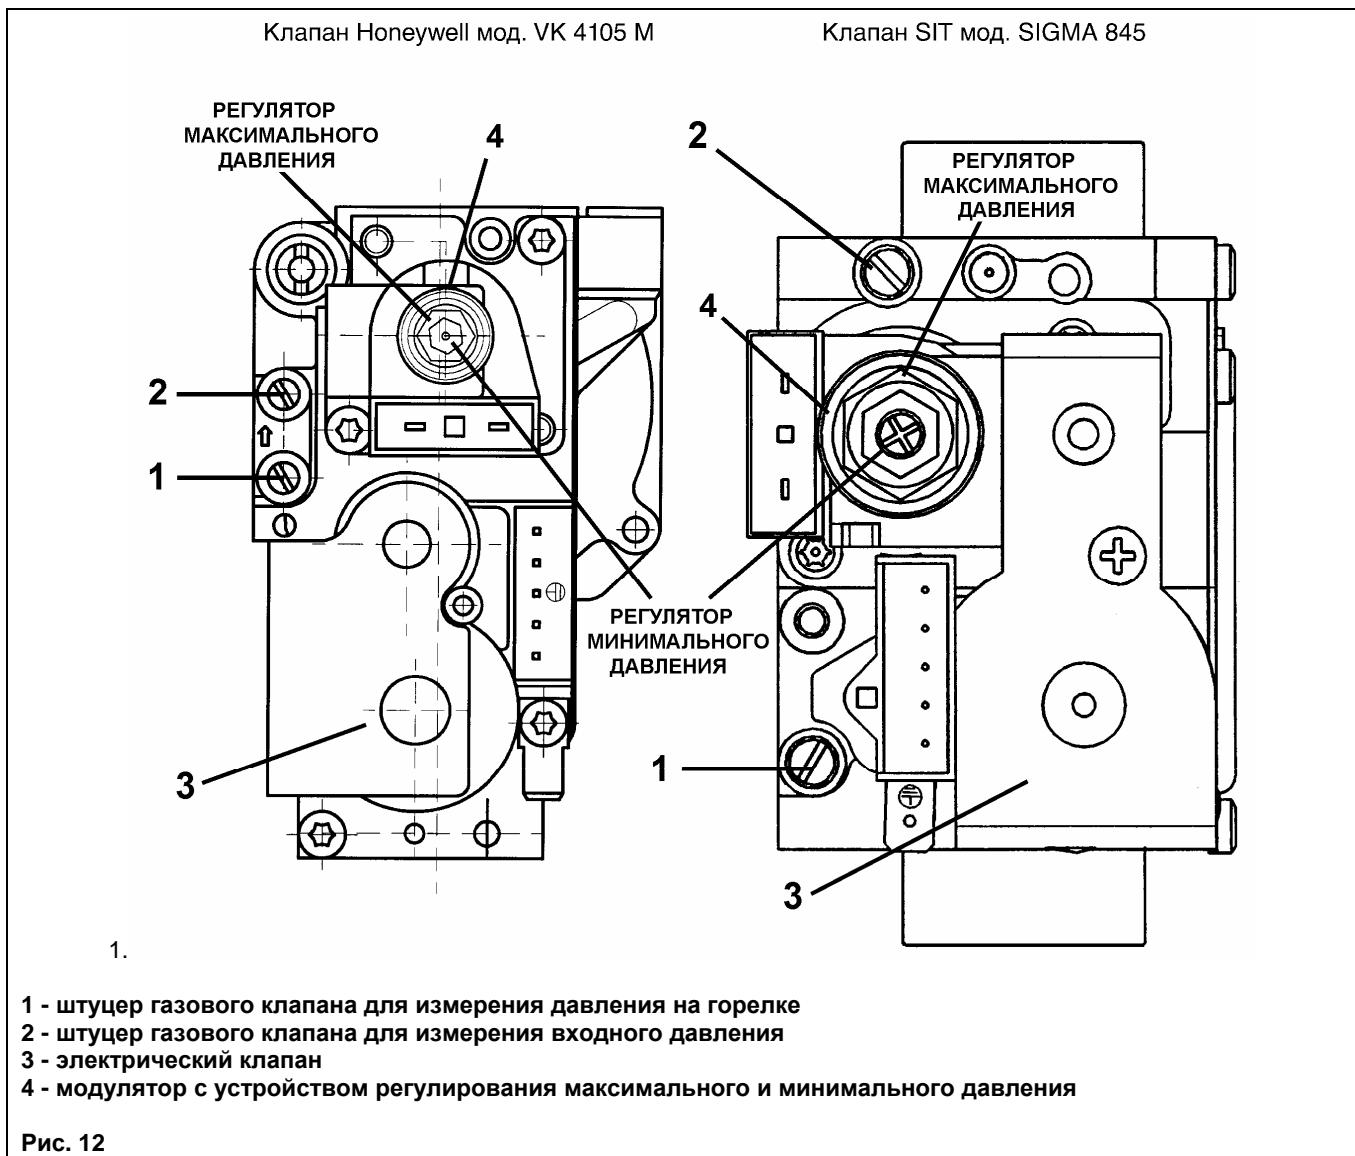
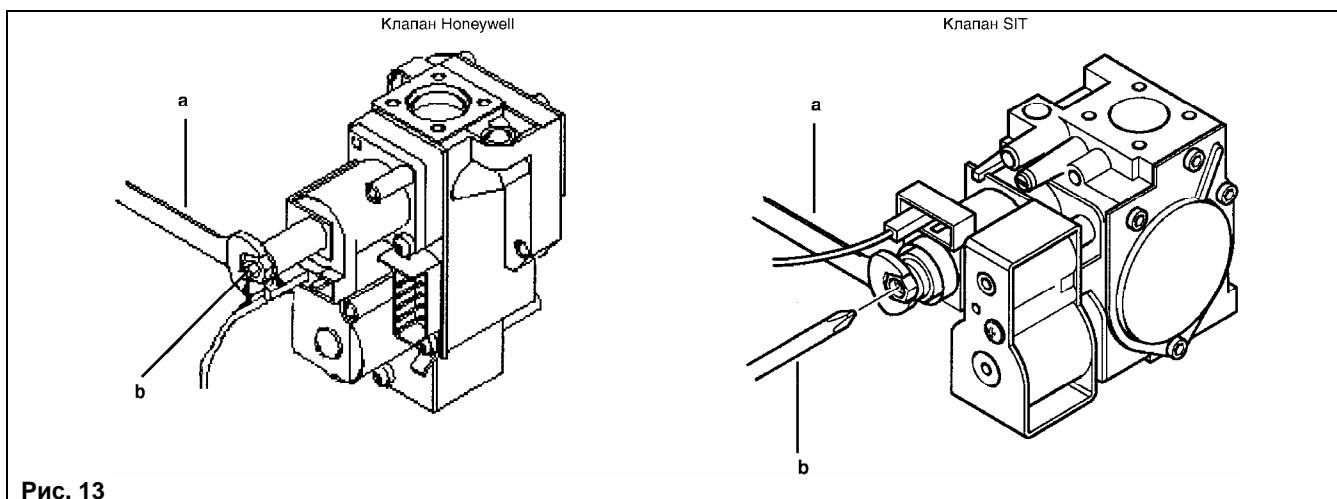

Рис. 12
Рис. 13
- Открутить винт на штуцере 2 (рис. 12) и присоединить к штуцеру 2 манометр.
- Проверить динамическое входное давление газа (штуцер 2, рис.12). Номинальные давления: 20 мбар для природного газа, 30 мбар для бутана, 37 мбар для пропана.
- Открутить винт на штуцере 1 (рис. 12) и присоединить к штуцеру 1 манометр.
- Проверить давление газа на горелке согласно таблице 1 для соответствующей модели котла и соответствующего типа газа. При необходимости снять крышку модулятора (позиция 4, рис.12) и поворачивать латунный винт (винт а, рис.13) до достижения давления, указанного в таблице 1 для соответствующей модели котла и соответствующего типа газа.
- Отсоединить провод питания модулятора. Котел перейдет в режим минимальной мощности. Проверить давление газа на горелке согласно таблице 1 для соответствующей модели котла и соответствующего типа газа. При необходимости и поворачивать винт (винт **b**, рис.13) до достижения давления, указанного в таблице 1 для соответствующей модели котла и соответствующего типа газа.